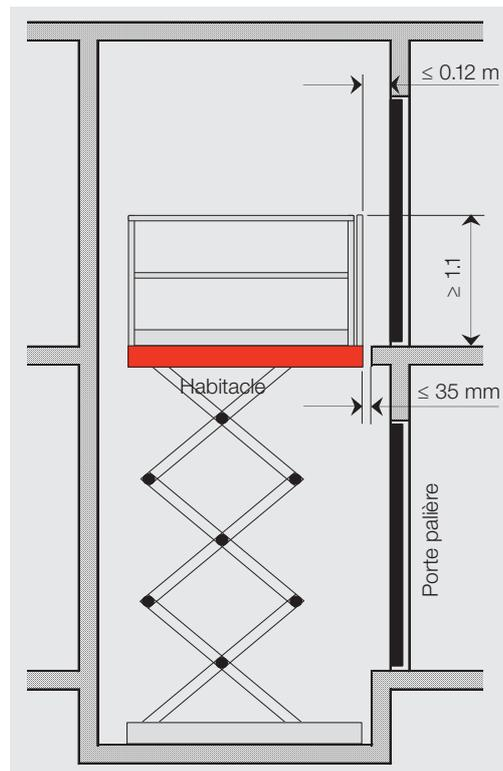

Fig. 1: monte-charge entouré d'une gaine à parois pleines et portes à tous les accès
(Fig.1 et 2)
2. Est-il assuré que la **distance horizontale** entre le **seuil de l'habitacle** et le **seuil des portes de la gaine** ne dépasse pas 35 mm? (Fig. 1) oui non
(Fig. 1) non
(p. ex. un garde-corps d'au moins 1,1 m de hauteur) (Fig. 1) non
13. Est-il assuré que la **distance** horizontale entre la porte de l'habitacle et la **porte palière fermée** ne dépasse pas 0,12 m? (Fig. 1) oui
14. Si l'habitacle est muni de portes: le **déplacement de l'habitacle** est-il possible **uniquement lorsque les portes sont fermées**? (Fig. 1) oui